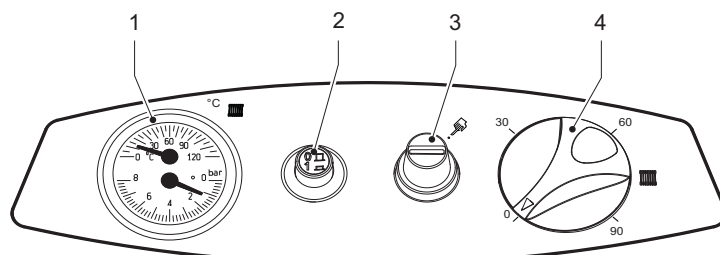

fig. 1 - Panneau de contrôle
- Régler le thermostat de la chaudière (rep. 4 - fig. 1) sur la valeur minimale.
- Régler le thermostat de la chaudière (rep. 4 - fig. 1) sur la température choisie (supérieure ou égale à 50°).
Tourner le thermostat de réglage 4 (fig. 1) dans le sens des aiguilles d'une montre pour augmenter la température de l'eau de chauffage, le tourner dans le sens inverse pour diminuer la température. La température peut être modulée de 30° mini à 90° maxi. Il est toutefois conseillé de ne pas faire fonctionner la chaudière au-dessous de 45°.
Programmer la température souhaitée à l'intérieur des pièces à l'aide du thermostat d'ambiance. Commandée par le thermostat d'ambiance, la chaudière s'allume et l'eau est amenée à la température définie par le thermostat de réglage 4 (fig. 1). Le générateur s'éteint dès que la température souhaitée aura été atteinte à l'intérieur des pièces.
La pression de remplissage, installation froide, lue sur l'hydromètre de la chaudière (rep. 1 - fig. 1), doit correspondre à 1,0 bar environ. Au cas où la pression baisserait au cours du fonctionnement de l'installation (à cause de l'évaporation des gaz contenus dans l'eau) à des valeurs inférieures au minimum précité, l'utilisateur devra rétablir la valeur initiale à l'aide du robinet de remplissage. Toujours refermer le robinet de remplissage une fois l'opération terminée.
Chaudière bloquée à cause d'une évacuation insuffisante des produits de combustion	Dévisser le couvercle du thermostat des fumées (rep. 3 - fig. 1) et appuyer sur le bouton ci-dessous. En cas de blocage répété de la chaudière, contacter le centre d'assistance technique